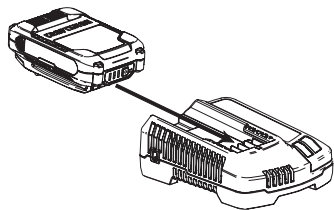

Figura 45
**¡IMPORTANTE!** Consulte el manual de instrucciones suministrado con el cargador de batería para obtener las instrucciones de carga, mantenimiento y eliminación de las baterías (Figura 45).